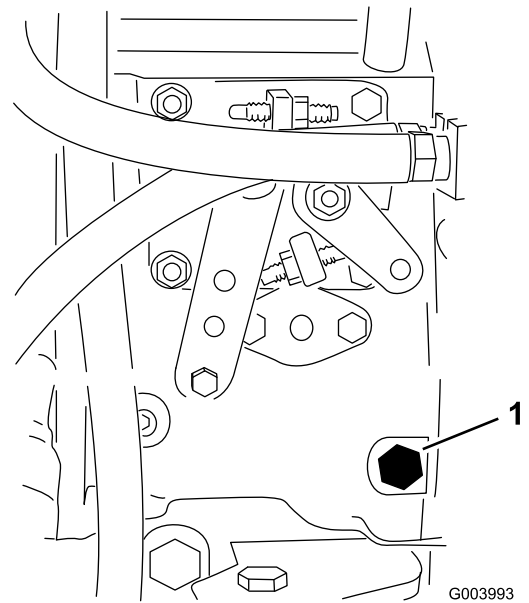

图 36
3. 用 12mm 扳手打开燃油喷射泵 图 36 上的排气螺丝。